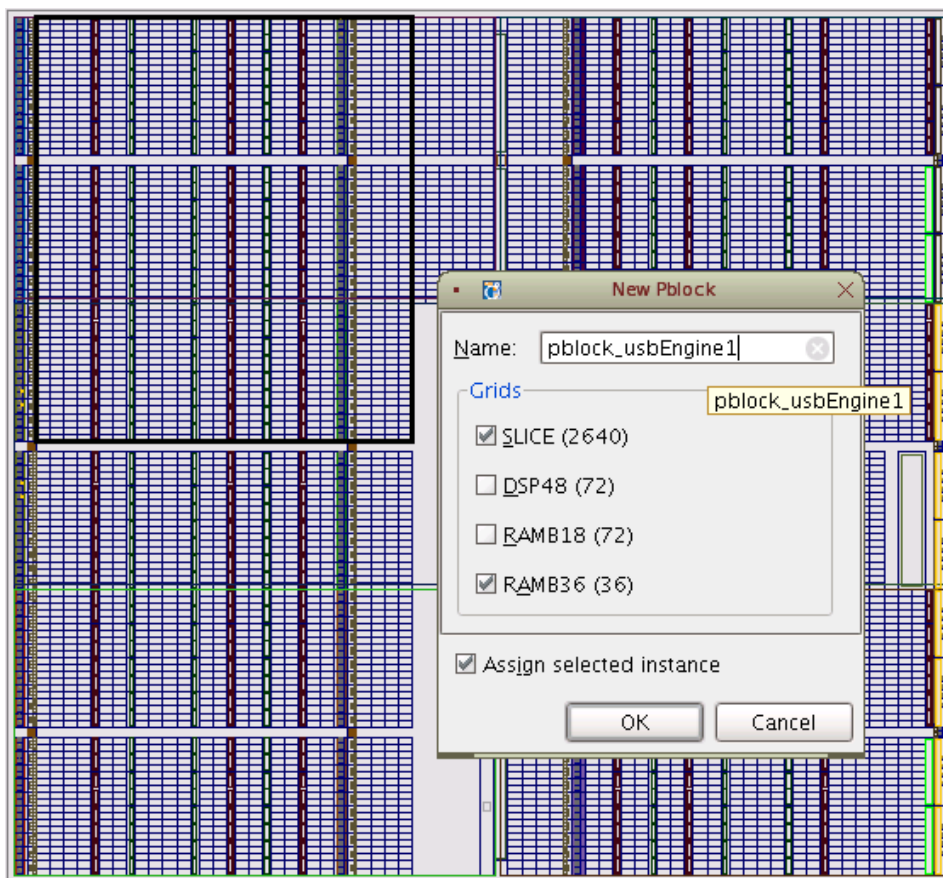

図 4 : usbEngine1 の Pblock を定義する長方形
5. マウスをボタンを押した状態でドラッグし、デバイスの左上の区画のほとんどを囲む長方形を描画します。図 4 を参照してください。
7. その他の不要なリソースはオフにします。図 4 を参照してください。
長方形に図 4 に表示される領域が完全に含まれていない場合は、この数値が 36 未満になり、デザインを配置できません。